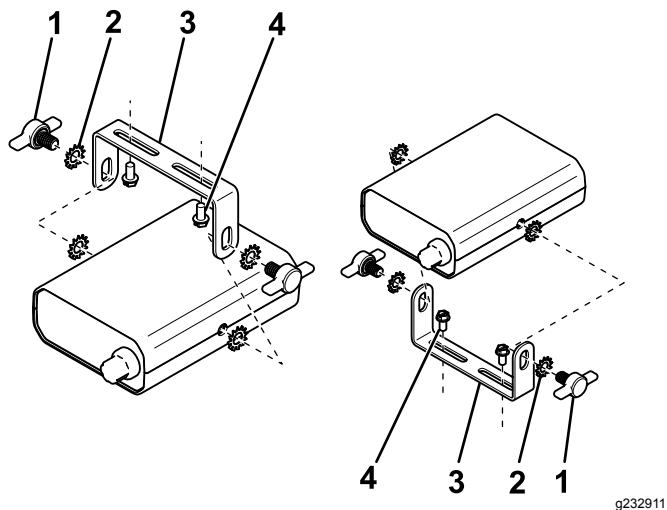

Figure 5
1. Fixez le support au véhicule à l'aide de 2 vis à tête (Figure 5).
2. Fixez le contrôleur au support de montage au moyen de 4 rondelles en étoile et 2 vis à oreilles (Figure 5).